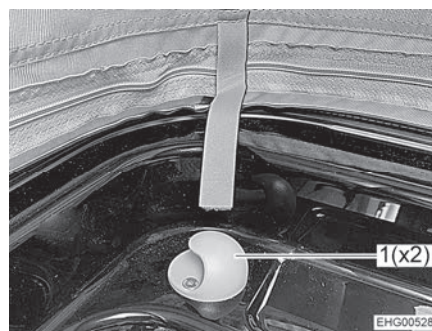

Fig. 93 Sujetador
- Enganchar la red de seguridad en los dos sujetadores (Fig. 93,1).